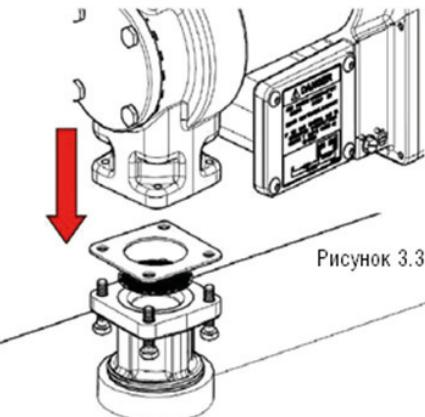

Рисунок 3.3
3. Установите насос на адаптер; убедитесь, что уплотнение и фильтр (сетка) установлены, как показано на рисунке. (Рисунок 3.3).